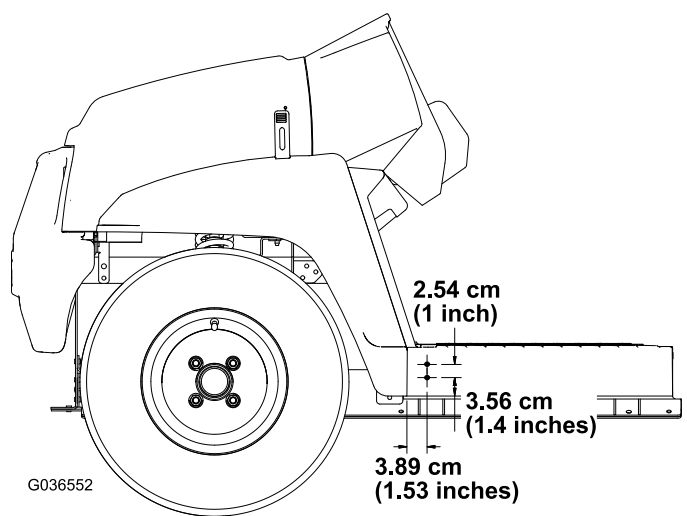

**Figura 2**
C. Sujete el soporte detrás de la base del asiento trasero con 1 perno ( $\frac{1}{4}$ " x  $2\frac{1}{2}$ " ), 1 arandela plana ( $\frac{5}{16}$ " ), 1 espaciador ( $\frac{9}{32}$ " x  $\frac{5}{8}$ " ) y 1 tuerca con arandela prensada ( $\frac{1}{4}$ " ), tal y como se muestra en la Figura 2.